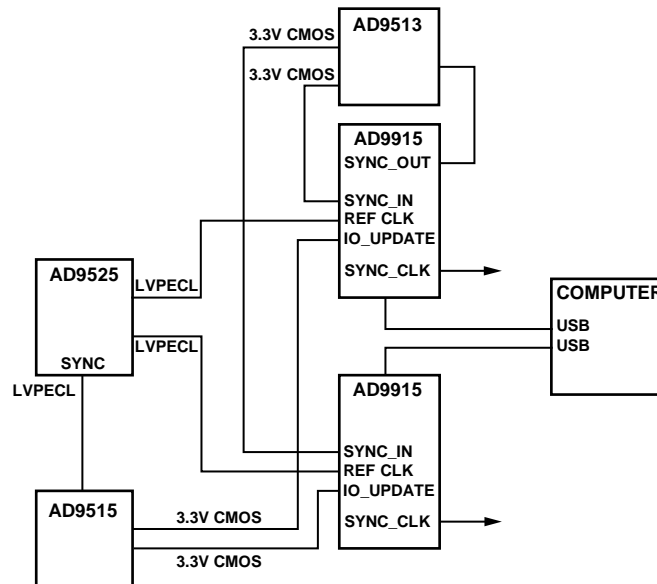

図 4. 簡略化した回路図
1. 全てのデバイスの電源を投入し、REF CLK を与えます。システムブロック・ダイアグラムを図4に示します。繰り返になりますが、全てのデバイスに与える REF CLK 信号は、できる限りタイミング・スキューが小さくなるようにして下さい。またシステム・クロックを 2.5GBPS 以上に設定して動作を試みた場合、複数チップの同期が成功する確率は非常に低くなります。